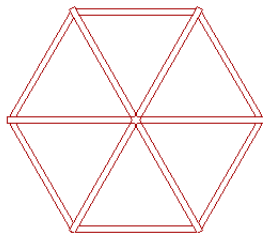

图 16.24
(5) 多线是复合对象，必须将其分解转换为单个的元素才可以进行修剪。单击【修改】/【分解】命令（快捷命令是 X）。以从右往左的交叉框选的方法选择多线，如图 16.23 所示。分解的结果如图 16.24 所示。
(6) 修剪图形。执行【修改】/【修剪】命令(快捷命令是 TR)，按下空格键表示选择所有的对象为剪切边。单击需要修剪的边，结果如图 16.24 所示。修剪后的图形更清晰地反映了凉亭的结构，以及相互位置关系。